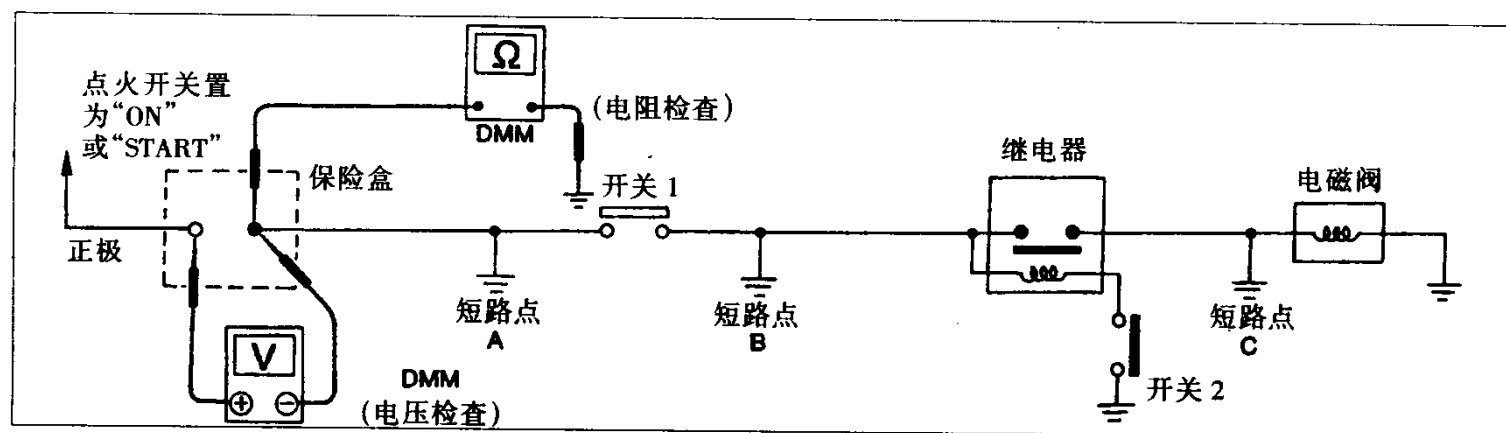

图 1-3-9
- (1) 用欧姆表检查应拆开电瓶负极线。
- (2) 断开电路中的负荷进行检测,见图1-3-9。